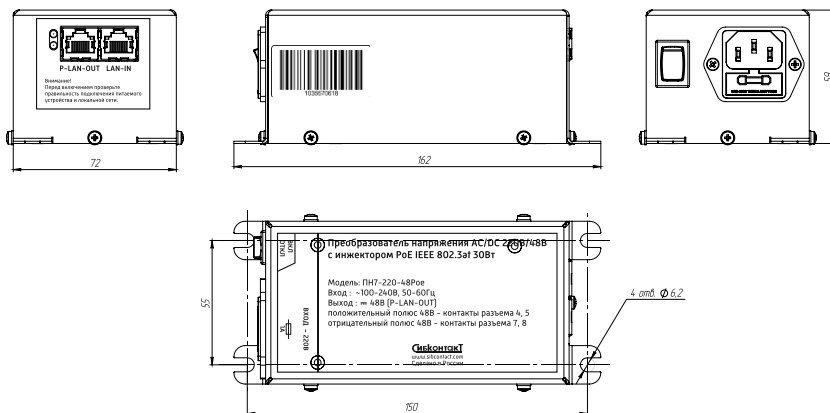

Рисунок 1. Внешний вид преобразователя
5.1 Конструктивно преобразователь напряжения ПН7-220-48Рое состоит из следующих основных элементов (см. Рисунок 1):